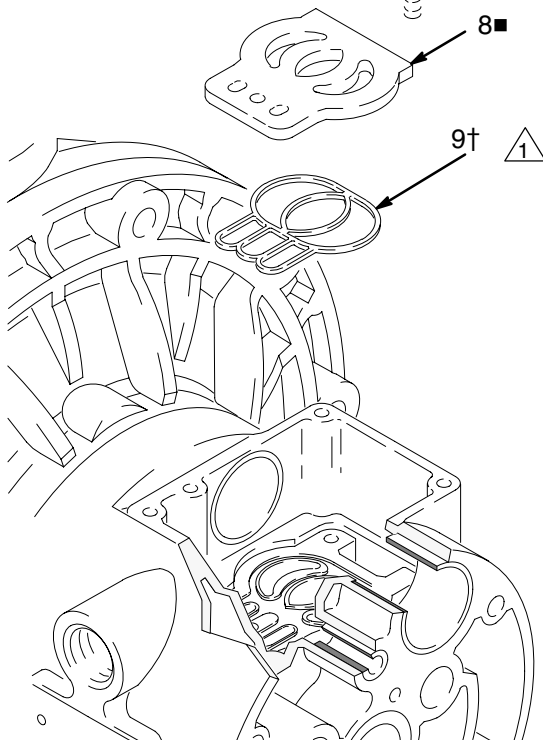

Fig. 10
5. Vérifiez la plaque de vanne (8■) en place. Si elle est endommagée, utilisez un tournevis Torx (T20) ou une clé à douille de 7 mm pour retirer les trois vis (3). Retirez la plaque de vanne (8■) et, sur les modèles avec un boîtier central en aluminium, le joint (9†). Consultez la Fig. 10.
2. Dans le cas de modèles avec boîtier central en aluminium, installez le joint (9†) de la plaque de vanne dans la rainure située au fond de la cavité de la vanne. La partie arrondie du joint **doit** être orientée **vers le bas** dans la rainure. Consultez la Fig. 10.
3. Installez la plaque de vanne (8■) dans la cavité. Dans le cas des modèles avec boîtier central en aluminium, le plateau est réversible, de sorte que les deux faces peuvent être orientées vers le haut. Installez les trois vis (3) en utilisant un tournevis Torx (T20) ou une clé à douille de 7 mm. Serrez jusqu'à ce que les vis touchent le fond du boîtier. Consultez la Fig. 10.